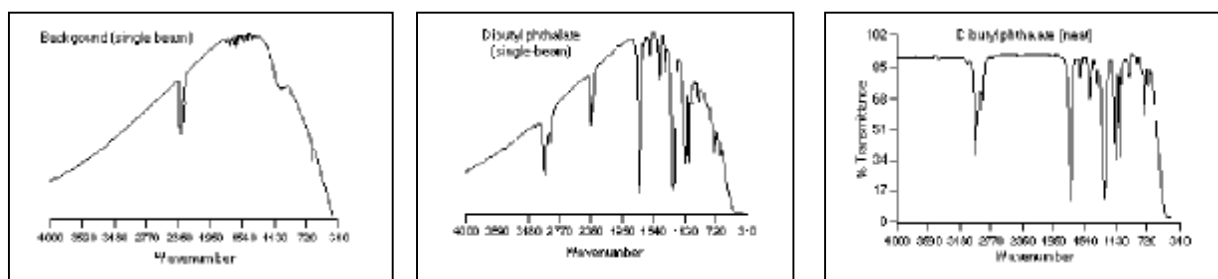

Figura 9. Espectros de IR: a) Ruido de fondo (single Beam), b) Muestra (single Beam) y c) Muestra (double Beam)
- Primero se realiza un espectro del ruido de fondo (background) mediante la recogida de un interferograma, seguido de un procesamiento de los datos mediante una conversión de la transformada de Fourier. Este espectro del ruido de fondo tiene en cuenta el funcionamiento de la fuente, interferómetro y el detector. Este espectro también incluye la contribución de la humedad del ambiente (dos líneas irregulares en torno a 3600 cm^{-1} y 1600 cm^{-1}) y dióxido de carbono (doblete en 2360 cm^{-1} y pico agudo a 667 cm^{-1}) presentes en el sistema óptico (Figura 9.a).
- A continuación se realiza un espectro de rayo único que contiene la absorción de las bandas de la muestra y del ruido de fondo (aire y disolvente) (Figura 9.b).
- La relación entre el espectro de rayo único de la muestra frente al espectro de rayo único del ruido de fondo proporciona el espectro de doble rayo de la muestra (Figura 9.c).